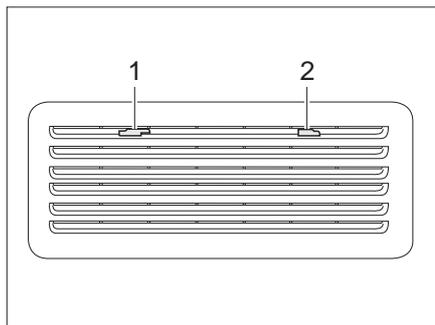
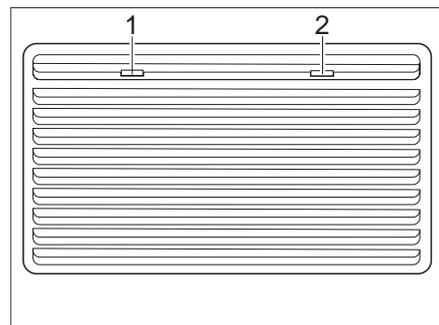

Bild 143 Kühlschrank-Lüftungsgitter (Thetford klein)
Bild 144 Kühlschrank-Lüftungsgitter (Thetford groß)
- Arretierungen (Bild 143,1 und 2 bzw. Bild 144,1 und 2) zur Mitte schieben.